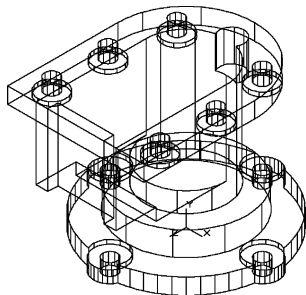

图 13-95 并集壳体顶板后的实体
(9) 单击“三维工具”选项卡“建模”面板中的“圆柱体”按钮，以辅助线与多段线的交点为圆心，分别创建直径为 7、高为 8，及直径为 14、高为 2 的圆柱体；选择菜单栏中的“修改”→“三维操作”→“三维镜像”命令，将圆柱体以 ZX 面为镜像面，以底面圆心为 ZX 面上的点，进行镜像操作；单击“三维工具”选项卡“实体编辑”面板中的“差集”按钮，将实体与镜像后的圆柱体进行差集运算。
(10) 单击“默认”选项卡“修改”面板中的“删除”按钮，删除辅助线；单击“默认”选项卡“修改”面板中的“移动”按钮，以壳体顶板底面圆心为基点，将其移动到壳体顶面圆心处。
(11) 单击“三维工具”选项卡“实体编辑”面板中的“并集”按钮，将实体进行并集运算，如图 13-95 所示。